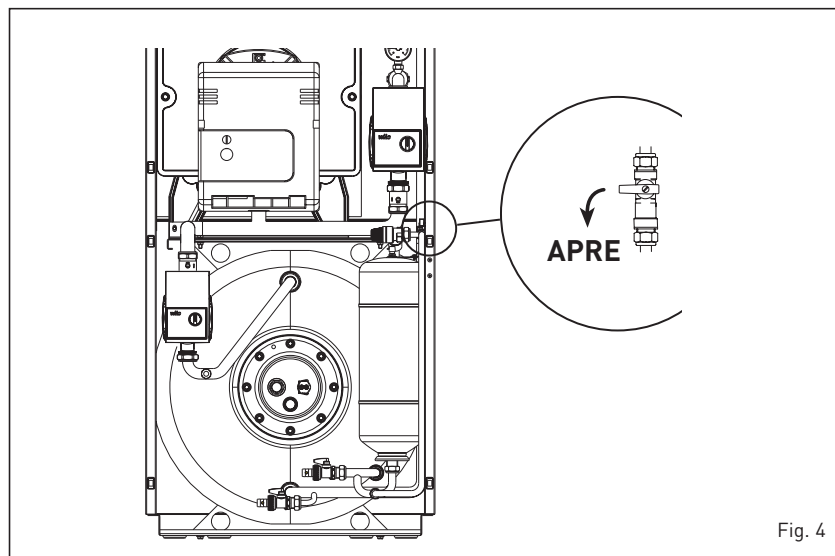

Fig. 4
2.2.1 Fase iniziale di riempimento impianto (fig. 4)
Per facilitare questa operazione, posizionare orizzontalmente l'intaglio della vite di sblocco delle valvole di ritegno. Ultimata la fase di riempimento riportare la vite nella posizione iniziale. Al termine dell'operazione controllare che il rubinetto sia chiuso (fig. 4).